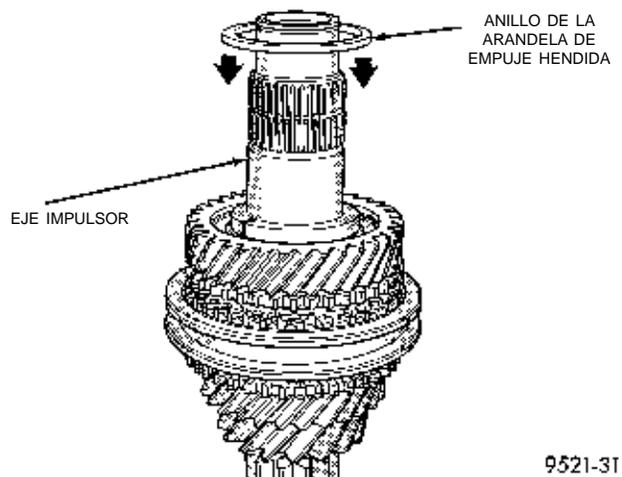

Fig. 93 Instalación del anillo de retención
- (9) Instale el anillo de retención de la arandela de empuje hendida (Fig. 93).